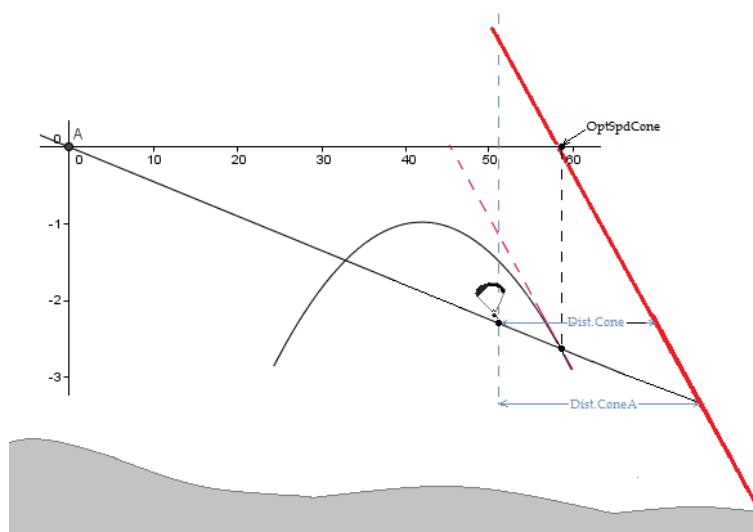

FIGURE 5.2 – Fin de section vitesse conique
Prenez la même manche représentée dans la Figure 4.5, mais maintenant le *End of Speed Section* (fin de section vitesse ou ESS) est un cône au ratio 4 :1. Pour introduire la manche, vous devez passer par les mêmes étapes que définies dessus à l'exception de l'étape 5. Comme le cône a le ratio de 4 :1 dans cette étape vous devrez régler le paramètre *Cone* en 4.0. Le NAV SD fournit certaines informations pour optimiser la navigation quand l'ESS est conique. Ces informations sont apportées par 5 champs de données additionnels qui peuvent être inclus dans la mise en page de la page. Chacun des champs de données est expliqué dans la Section 3.2, mais pour une meilleure compréhension, regardez la situation de la Figure 5.2.
Dans l'exemple de la Figure 5.2, le pilote vole vers l'ESS avec une certaine vitesse vraie (TAS). Il existe une valeur optimale de TAS qui diminue le temps nécessaire pour atteindre l'ESS. Cette valeur dépend de la polaire et du ratio de cône, et elle n'est pas touchée par le vent ou les thermiques. Le NAV SD calcule la valeur optimale de la vitesse vraie (TAS) et la montre dans le champ de données *OptSpdCone*. Pour
Quand l'ESS est un cylindre, la distance jusqu'à l'ESS ne dépend pas de l'altitude du pilote. Au contraire, quand l'ESS est un cône, la distance jusqu'à l'ESS dépend de l'altitude. Pour cette raison, le NAV SD fournit les 2 distances dans 2 champs de données distincts. Le champ de données *Dist.Cone* montre la distance jusqu'à l'ESS à l'altitude actuelle du pilote (voir Figure 5.2). Comme la finesse de l'aile (« GR » pour « glide ratio ») est habituellement positive et limitée, l'altitude à laquelle le pilote atteint l'ESS est différente de l'altitude actuelle, donc la distance réelle jusqu'au cône dépend de la finesse (GR). Le champ de données *Dist.ConeA* montre la distance horizontale jusqu'à l'ESS en prenant en compte la finesse moyenne attendue pour le parcours restant (voir Figure 5.2).